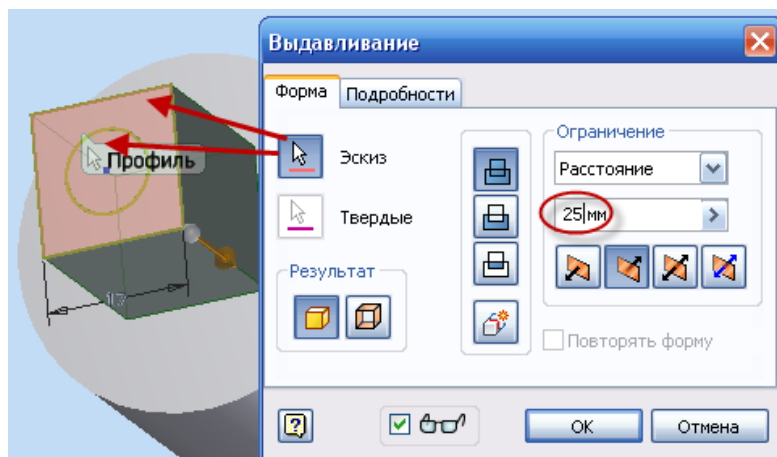

Рис. 3.54. Создание призматического конца пробки
- Выберите инструмент  **Выдавливание**, в диалоговом окне **Выдавливание** –  **Эскиз** – выберите окружность и квадрат щелчком внутри них (см. *рис. 3.54*).
- Выберите в диалоговом окне **Выдавливание**  **Объединение** в поле **Ограничения** – во вкладке **Расстояние** – **25 мм** (см. *рис. 3.54*).